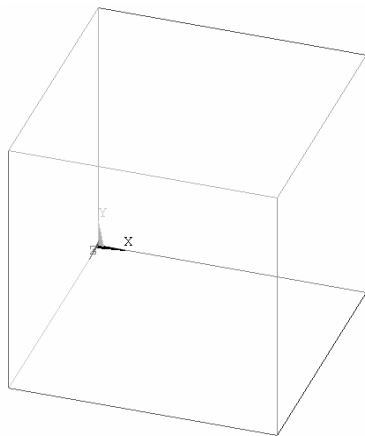

图 2-27 正方体的边
(7) 依次选择 Utility Menu>Plot>Lines, 图形窗口中出现正方体剩下的棱边(见图 2-27)。